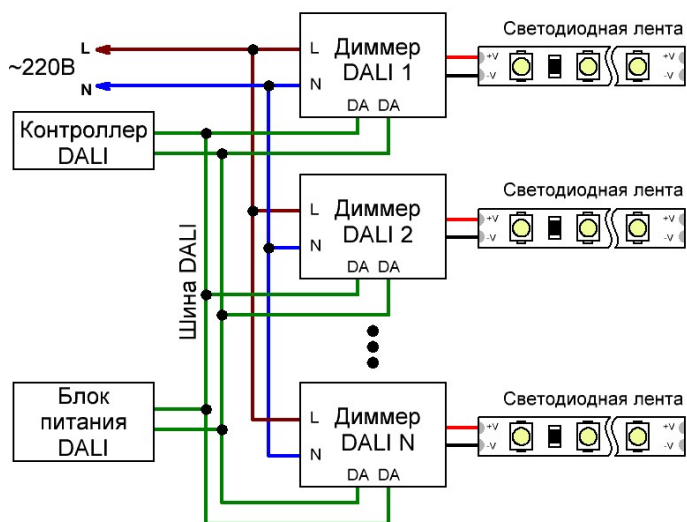
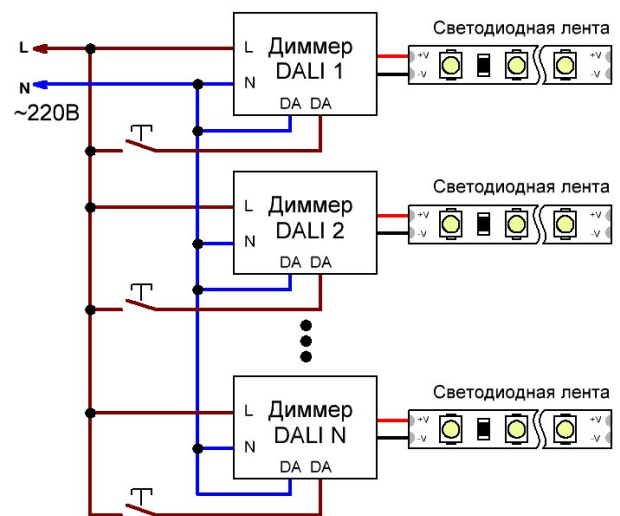

Рис.2. Схема соединения диммеров при использовании управления DALI.
Рис.3. Схема соединения диммеров при использовании управления Touch DIM.
- 3.5. Выполните подключение сигналов управления к клеммам **DA1** и **DA2** и проводов питания от сети ~ 220В к клеммам **L (фаза)**, **N (ноль)** и заземление в соответствии с используемой схемой управления – DALI или Touch DIM (см. Рис.2. и Рис.3.)